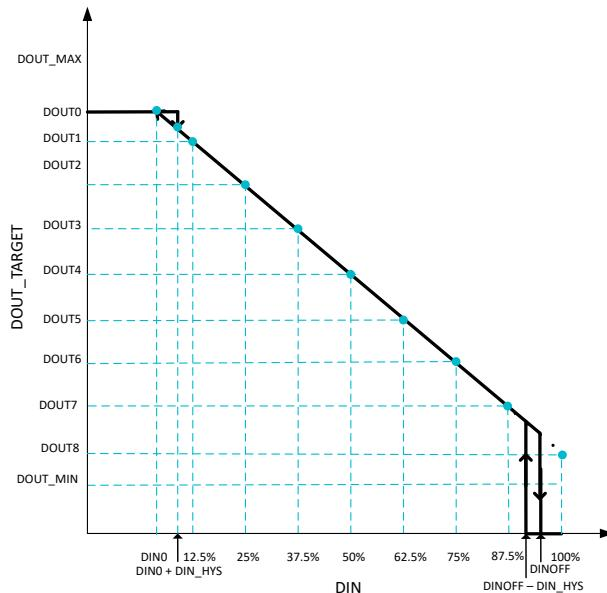
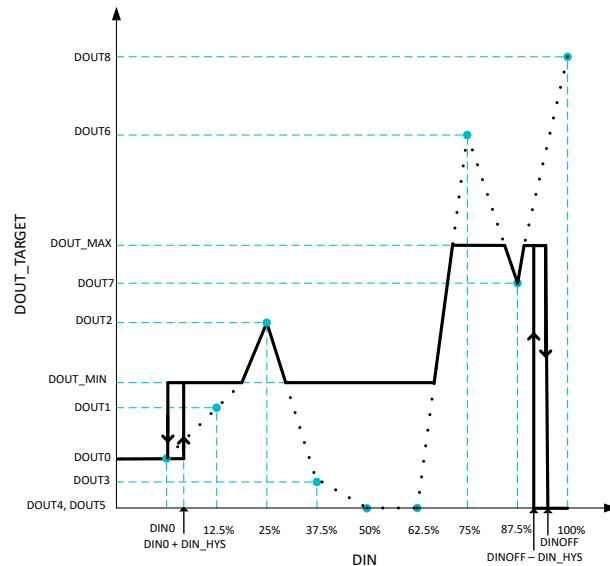

图 6-4. 占空比曲线 — 负斜率
图 6-5. 占空比曲线 — 混合斜率
- **DOUTx** : DOUTx 在输入占空比的固定间隔处设置输出占空比。DOUT1 设置在  $DIN = 12.5\%$  时的目标输出占空比，DOUT2 设置在  $DIN = 25\%$  时的目标输出占空比，依此类推，直至 DOUT8 设置在  $DIN = 100\%$  时的目标输出占空比。DOUTx 可用于配置正斜率占空比曲线，如 占空比曲线 所示。DOUTx 也可用于配置负斜率，如 图 6-4 中所示。DOUTx 也可用于配置混合斜率 (正、负和零斜率) 占空比曲线，如 图 6-5 所示。